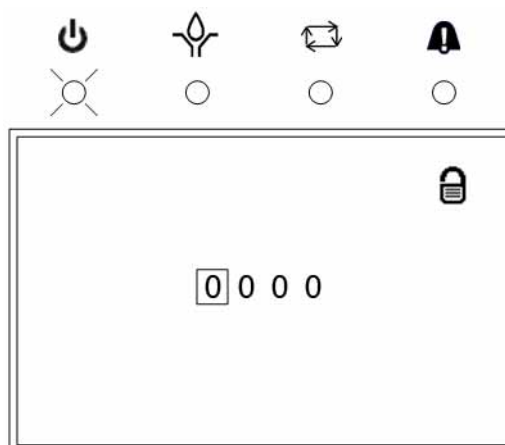

Рис. 21
1. Для входа в режим настройки следует нажать клавишу ввода и удерживать ее в течение трех секунд. В результате на экране появится меню PIN Mode (Режим PIN-кода), представленное на Рис. 21.
- Меню Pin Mode (Режим PIN-кода), изображенное на Рис. 21, выводится на экран только в том случае, если режим PIN-кода включен. Сведения о настройке системы в том случае, если режим PIN-кода отключен, см. в разделе Настройка системы на стр. 18.
- Для вывода на экран меню PIN Mode (Режим PIN-кода), представленного на Рис. 21, необходимо включить режим PIN-кода. См. раздел Настройка PIN-кода на стр. 25.
2. На экране отображается меню PIN Mode (Режим PIN-кода), представленное на Рис. 21.
3. Установите курсор на поле для ввода первой цифры PIN-кода с помощью стрелок влево и вправо (см. Рис. 21).